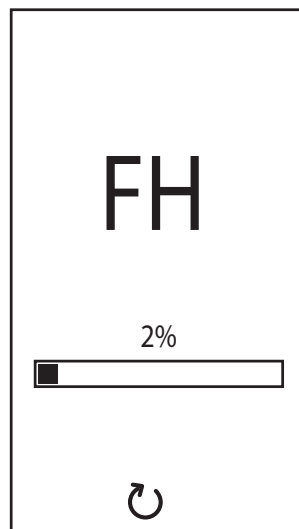

Рис. 7- Выпуск воздуха с включенным вентилятором
- В течение следующих 120 секунд на дисплее высвечивается символ **FH**, обозначающий цикл спуска воздуха из системы отопления (Рис. 7).